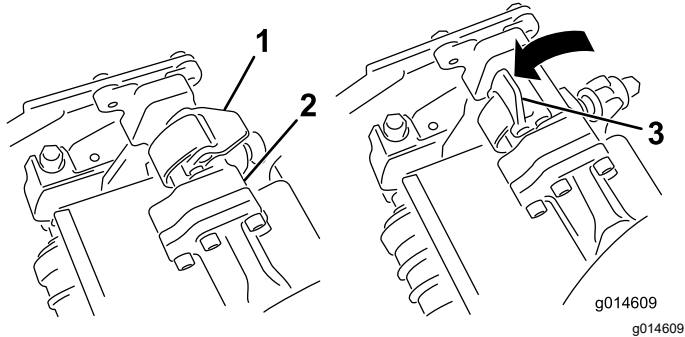
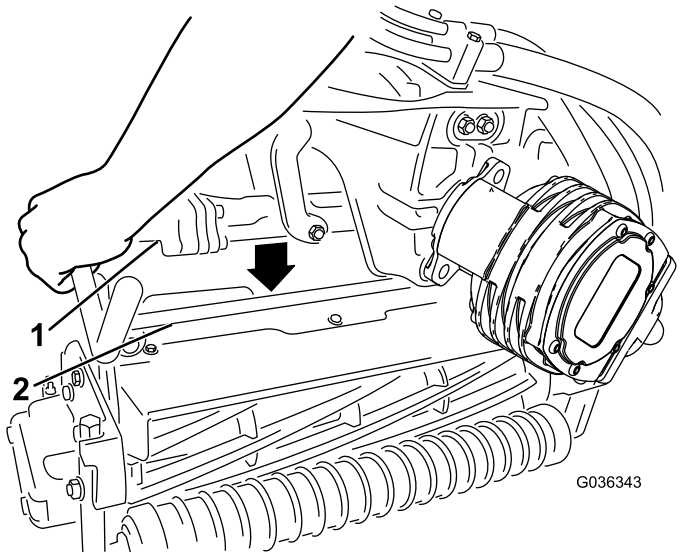

図 51
図 52
4. サスペンションアームのバーについているラッチを上向き開いた状態にして図 51、サスペンションアームを押し下げて、バーを、カッティングユニットのバーの上に被せるようにする図 52。
5. ラッチを下げて閉じるとカッティングユニットのバーがロックされてユニットがアームにセットされる図 51。
5. 取り外したいカッティングユニットのサスペンションアームのバーについているラッチを開く **図 51**。